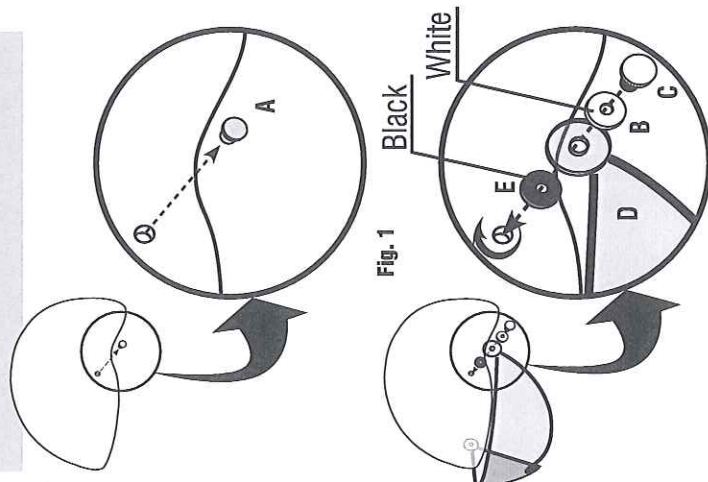

Fig. 1
**APPLICAZIONE DELLA VISIERA AL CASCO (Fig. 1):** Quotar los dos tapones de plástico ubicados en los costados del casco (A), introducir la arandela blanca de plástico (B) en el perno fileteado (C), introducir el perno fileteado (C) en el agujero de la visera (D), introducir la arandela de goma (E) y atornillar el perno en el agujero del casco girándola en sentido horario hasta llegar al final de la carrera. Para quitar la visera, girar el perno (C) en sentido antihorario hasta extraerla completamente del casco.
#### APPLICAZIONE DELLA VISIERA AL CASCO (Fig. 1):